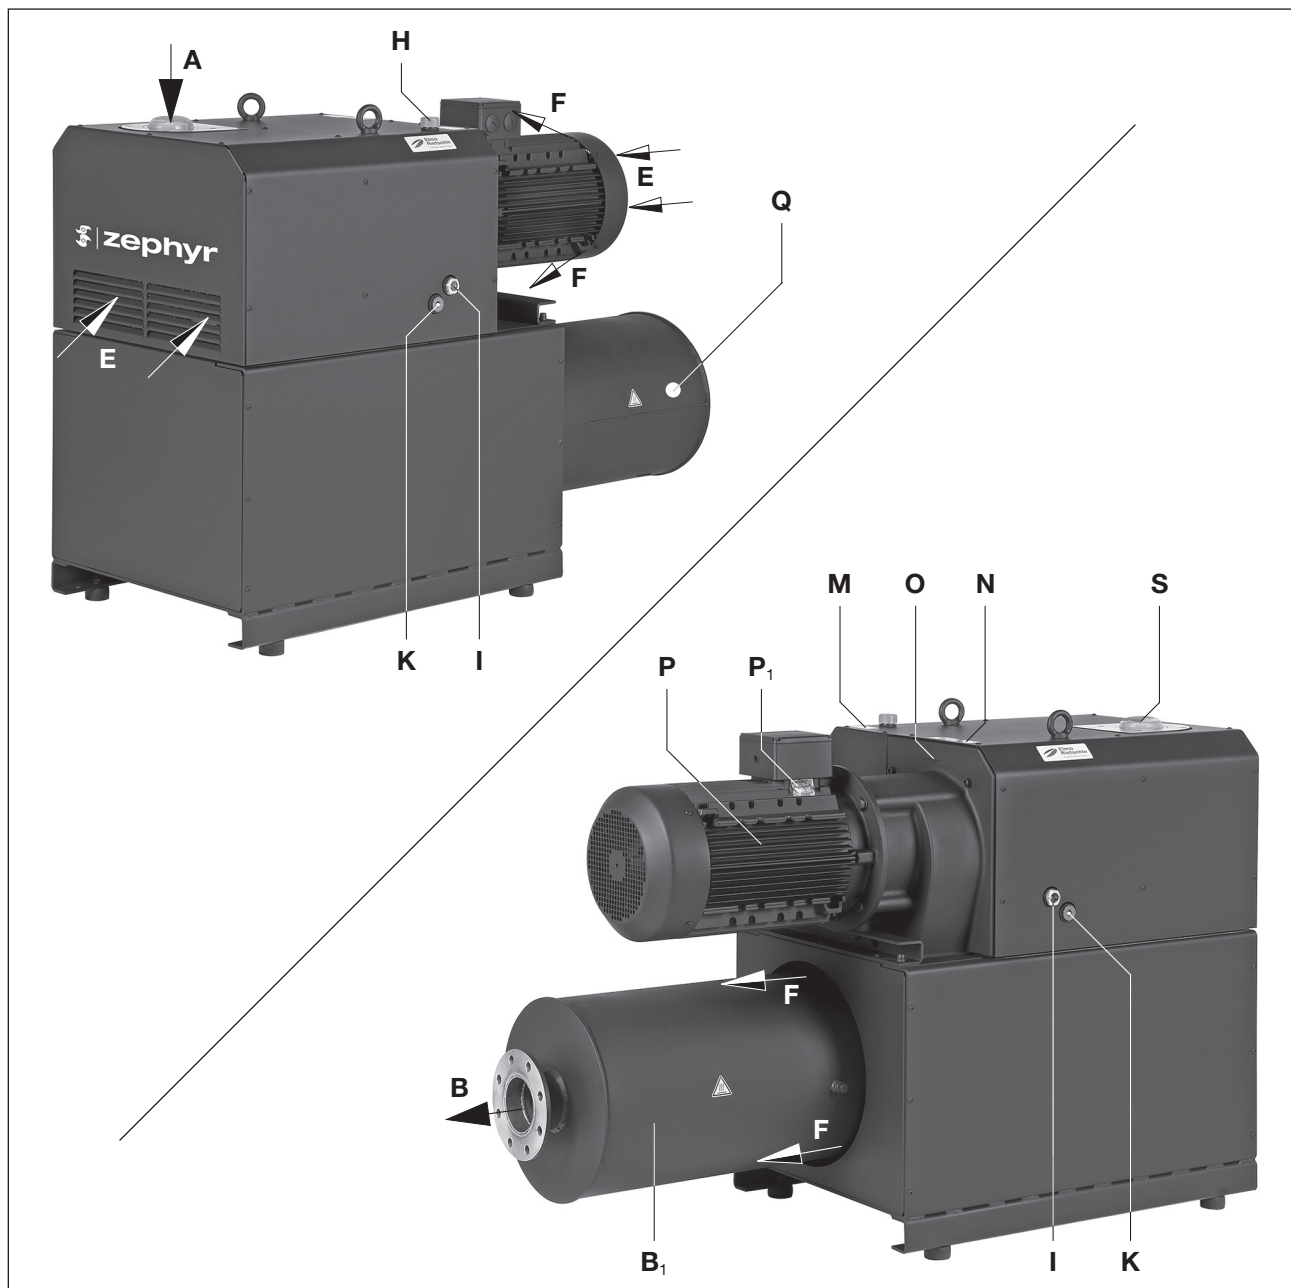

Fig. 2 Bomba de vácuo C-VLR 1000
O tipo C-VLR 1000 tem no lado de aspiração um flange de conexão e no lado de pressão um silenciador de sopro (Fig. 2/B₁). O ar aspirado será limpo através de um filtro de malha (Fig. 2/S).
A VLR 1000 é encapsulada com uma capa de redução. Para retirar o calor de compressão, o ar de refrigeração será aspirado com ajuda de um ventilador de tambor que aspira o ar fresco de refrigeração (Fig. 2/E) e sopra para fora o ar aquecido na saída de ar de refrigeração (Fig. 2/F) e aspira através do compressor e da capa. O accionamento da VLR 1000 será feito através de um acoplamento por motores trifásicos normatizados flangeados. Uma válvula de limitação de vácuo é integrada à máquina.
Ponto de enchimento de óleo (Fig. 2/H), visores de nível de óleo (Fig. 2/I) e pontos de escoamento de óleo (Fig. 2/K) devem ser de fácil acesso. As entradas de ar de refrigeração (Fig. 2/E) e as saídas de ar de refrigeração (Fig. 2/F) devem ter uma distância mínima de 30 cm para as paredes vizinhas. Ar de refrigeração saindo não pode ser novamente aspirado. Para trabalhos de manutenção deve ser prevista na frente do filtro de malha (Fig. 2/S) uma distância mínima de 40 cm.
- a) Retirar as folhas na conexão de vácuo (Fig. 2/A) e colocar o filtro de malha (Fig. 2/S) com a cobertura para cima.
- b) O ar aspirado pode ser soprado para fora através do silenciador de sopro na (Fig. 2/B) ou enviado através do flange e de uma tubulação.
- a) O óleo de lubrificação (tipos adequados vide „Manutenção“) para as rodas dentadas e mancais encher no ponto de enchimento de óleo (Fig. 2/H) até o centro dos visores de nível (Fig. 2/I).
- a) Os dados do motor eléctrico constam na Placa de Dados (Fig. 2/N) e/ou na Placa de Dados do motor (Fig. 2/P₁). Os motores estão em concordância com a DIN EN 60034 e são executados em sua classe de protecção IP55 e a classe de isolamento F. O respectivo esquema de conexão encontra-se na caixa de conexão do motor (suspensão na versão com conexão de ficha). Os dados do motor devem ser comparados com os dados da rede eléctrica existente (tipo de corrente, tensão, frequência de rede, força de corrente permitida).
Em estado operacionalmente quente as temperaturas de superfície nos componentes (Fig. 2/Q) podem estar acima de 70°C.